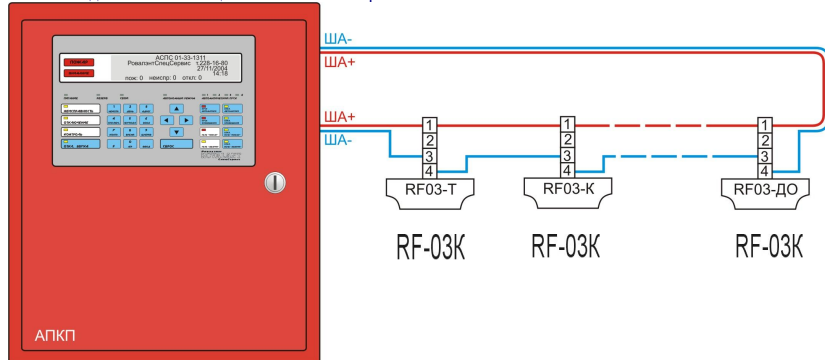

Рисунок 1 - Схема подключения извещателя.
4.1 Схема подключения извещателей показана на рис. 1.